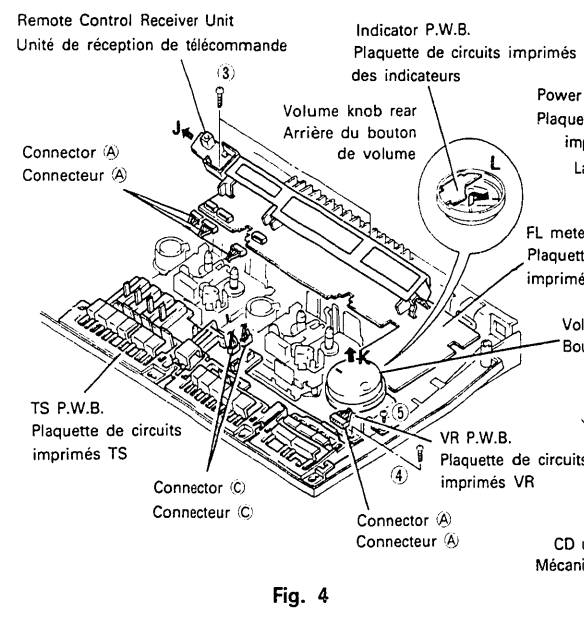
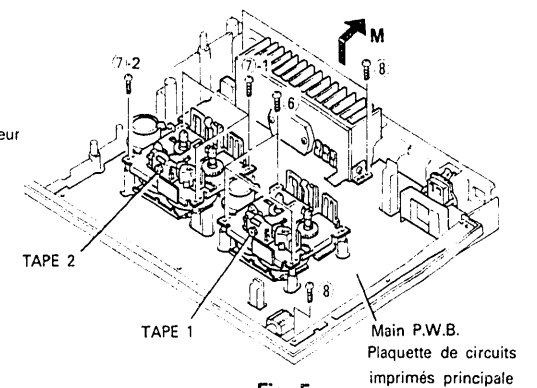
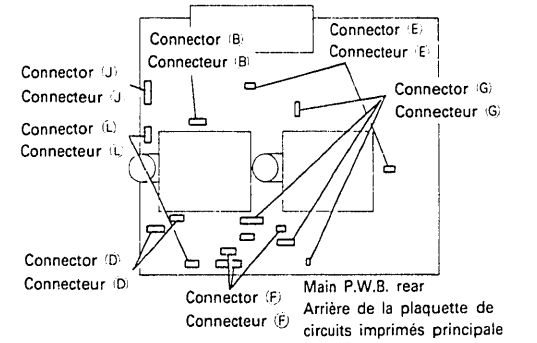

Fig. 4
Fig. 5
Fig. 6
5. **FL METER P.W.B. (Fig. 4, 6)**
Remove two screws ③, four connector ④ (Fig. 4), and one connector ⑤ on the Main P.W.B. (Fig. 6).
6. **Remote Control Receiver Unit (Fig. 4)**
7. **Indicator P.W.B. (Fig. 4)**
8. **TS P.W.B. (Fig. 4, 6)**
Remove two connector ⑥ (Fig. 4) and two connectors ⑦ (Fig. 6).
9. **VR P.W.B. (Fig. 4, 6)**
After removing the TS P.W.B., remove one screw ⑧, one screw ⑨ (Fig. 4) and two connectors ⑩ (Fig. 6).
10. **Cassette Chassis (Fig. 5, 6)**
TAPE 1: Remove three screws ⑪ (Fig. 5) and three connector ⑫ (Fig. 6)
TAPE 2: Remove three screws ⑬-1, one screw ⑬-2 (Fig. 5) and four connector ⑭ (Fig. 6)
11. **Main P.W.B. (Fig. 5, 6)**
**15. Power Supply Transformer (Fig. 6, 7)**
Remove six screws ⑩ (Fig. 7) and one connector ① (Fig. 6). (Wiring is connected to the Power Supply P.W.B., so remove the Power Supply Transformer together with the Power Supply P.W.B.)
**5. Plaque de circuits imprimés de compteur FL (Fig. 4, 6)**
Enlever 2 vis ③, 4 connecteurs ④ (Fig. 4), et 1 connecteur ⑤ sur la plaque de circuits imprimés principale (Fig. 6).
**6. Unité de réception de télécommande (Fig. 4)**
**7. Plaque de circuits imprimés des indicateurs (Fig. 4)**
**8. Plaque de circuits imprimés TS (Fig. 4, 6)**
Enlever 2 connecteurs ⑥ (Fig. 4) et 2 connecteurs ⑦ (Fig. 6).
**9. Plaque de circuits imprimés VR (Fig. 4, 6)**
Après avoir enlevé la plaque de circuits imprimés TS, enlever 1 vis ④, 1 vis ⑤ (Fig. 4) et 2 connecteurs ⑧ (Fig. 6).
**10. Châssis de cassette (Fig. 5, 6)**
TAPE 1: Enlever 3 vis ⑥ (Fig. 5) et 3 connecteurs ⑨ (Fig. 6).
**17. PX P.W.B. (Fig. 6, 8)**
Pull four claws (Fig. 8) and two connectors ⑬ (Fig. 6).
TAPE 2: Enlever 3 vis ⑦-1, 1 vis ⑦-2 (Fig. 5) et 4 connecteurs ⑩ (Fig. 6).
**11. Plaque de circuits imprimés principale (Fig. 5, 6)**
**15. Transformateur d'alimentation (Fig. 6, 7)**
Enlever 6 vis ⑩ (Fig. 7) et 1 connecteur ① (Fig. 6). (Comme les câbles sont reliés à la plaque de circuits imprimés d'alimentation, enlever le transformateur d'alimentation avec la plaque de circuits imprimés d'alimentation.)